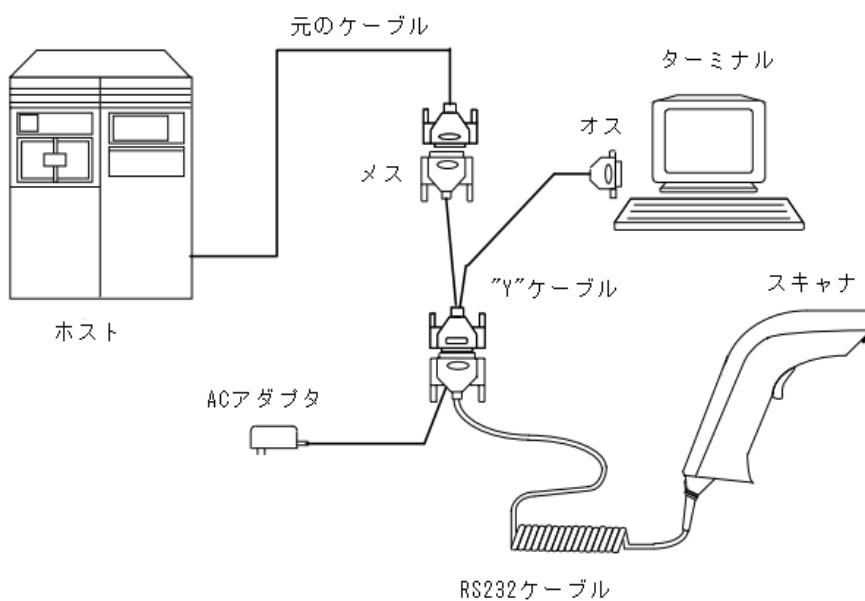

図4.1 ターミナルウェッジのインストール
スキャナをターミナルインターフェースとしてインストールする場合、DB25 RS232 ケーブル、ターミナルウェッジ “Y” ケーブルと AC アダプタが必要です。図4.1をご覧ください。
- 2) 図4.1に示すようにインターフェースケーブルをインストールしてください。図4.1に示す “Y” ケーブルは、通信ポートにメスコネクタを持つターミナル用です。ターミナルがオスコネクタの場合、オスからメスに変更するか、ホストコンピュータでメスからオスに変換するコンバータが必要になります。